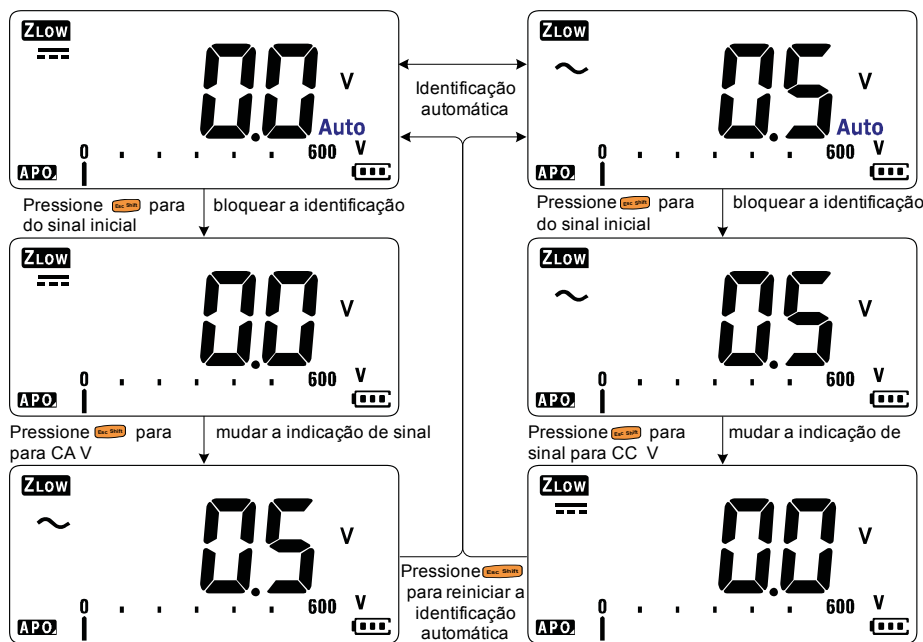

Figura 2-7 Fluxo de identificação automática de VZ_{Low}
- Pressione **Esc Shift** uma vez para travar a identificação de sinal inicial (CA V ou CC V). Pressione **Esc Shift** novamente para trocar a indicação de tensão CA e CC no mostrador principal. Pressionar **Esc Shift** pela terceira vez irá reiniciar a identificação automática do sinal. Veja **Figura 2-7** para saber mais.